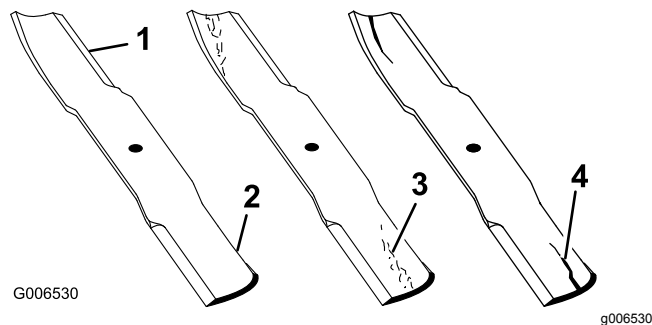

Figura 81
1. Controllate i taglienti (Figura 81).
4. Se notate incrinature, usura o scanalature in questa zona, montate immediatamente una nuova lama (Figura 81).